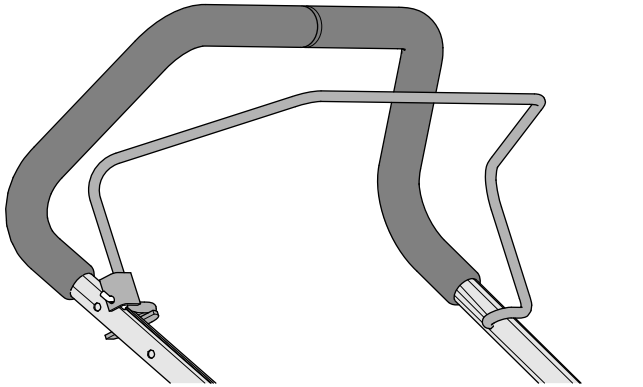

Figuur 10
2. Steek de kabelfitting door de opening in de beugel van de dodemanshendel zoals getoond in Figuur 10.